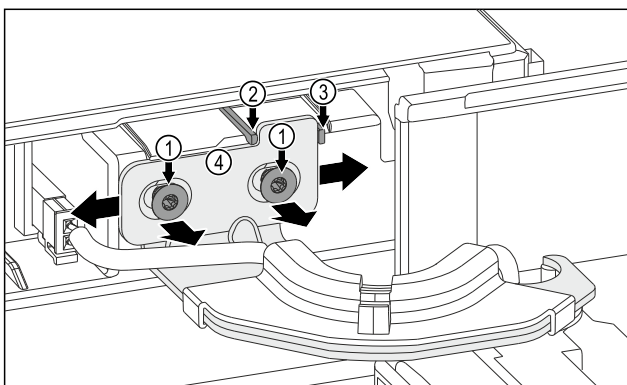

Fig. 12
- ▶ Ослабте обидва гвинти Fig. 12 (1).
- ▶ Перемістіть дверцята вправо: Зніміть стопорний язичок Fig. 12 (3).
- ▶ Перемістіть дверцята вліво: Зніміть стопорний язичок Fig. 12 (2).
- ▶ Досягнуто кінцевого положення дверцят: Затягніть обидва гвинти Fig. 12 (1).